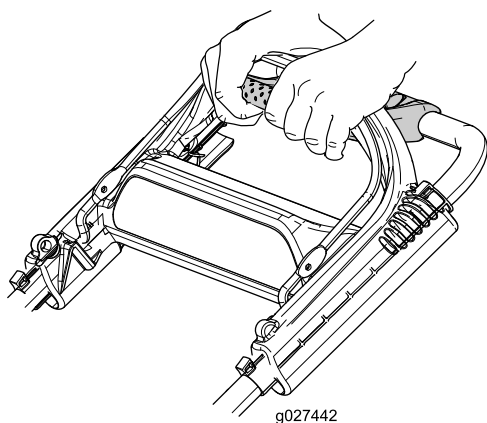

Figura 21
1. Con le dita raggiungete e afferrate gli angoli della stegola per la trazione assistita (Figura 21).